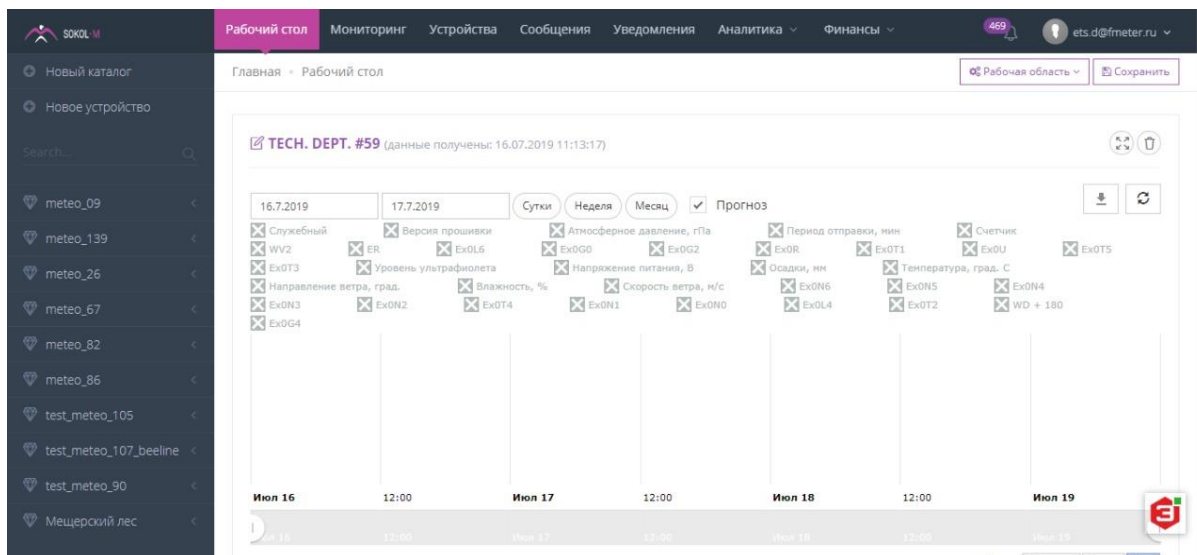

Рисунок 11 - Работа с облачным сервисом
6.12.1 Для работы с облачным сервисом SOKOL-M (www.sokolmeteo.com), на который метеостанция в автоматическом режиме отправляет сообщения, необходима регистрация пользователя. После регистрации пользователю открывается доступ к конкретной метеостанции. Для идентификации метеостанции на заводе-изготовителе ей присваивается имя. Имя метеостанции начинается словом «meteo_», далее указывается её порядковый номер, например, «meteo_09» (рис.11).